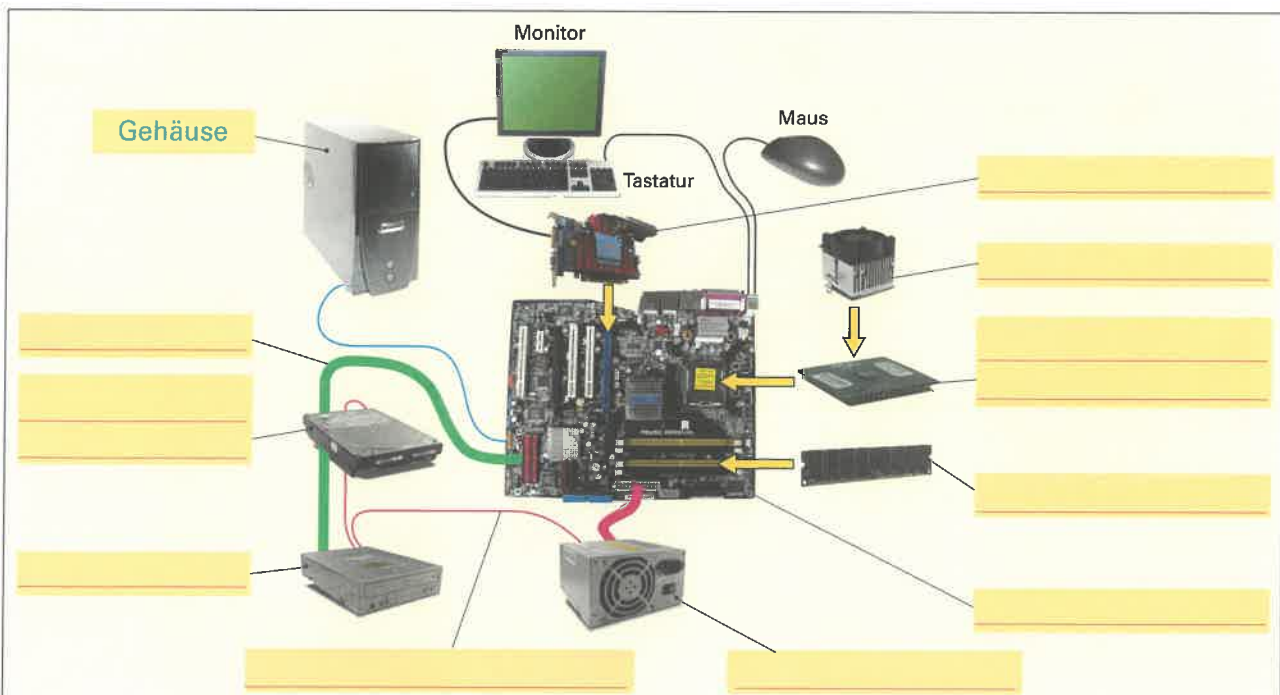

Bild 3: Komponenten eines PCs
2. Ergänzen Sie in Bild 3 die Komponenten eines PCs.